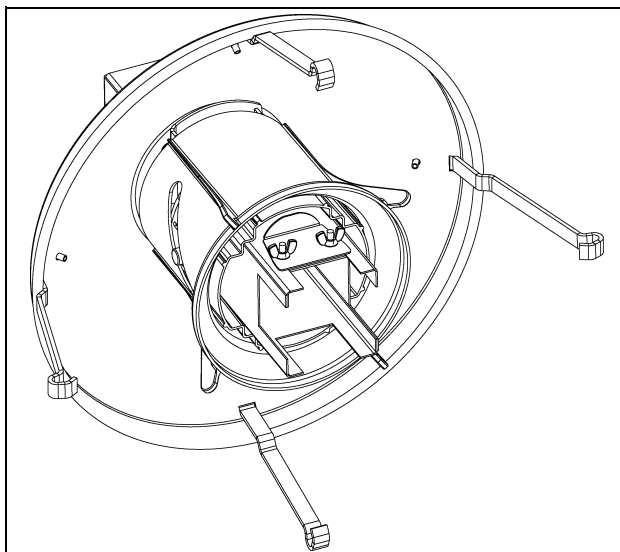

Рисунок 4Р
3. Переместите модернизированный кронштейн на трубу отвода, чтобы шпильки находились у нижней части квадратного отверстия трубы отвода. Затяните барашковые гайки. Повторите процедуру с противоположной стороны трубы отвода и установите лоток. (см. рисунок 4Р.)